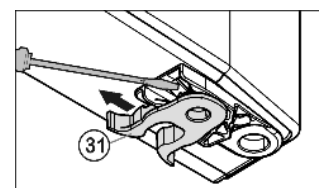

Fig. 7
- Veerklem Fig. 7 (31) verplaatsen: Sluitnok omlaag drukken, veerklem eroverheen eraf trekken.